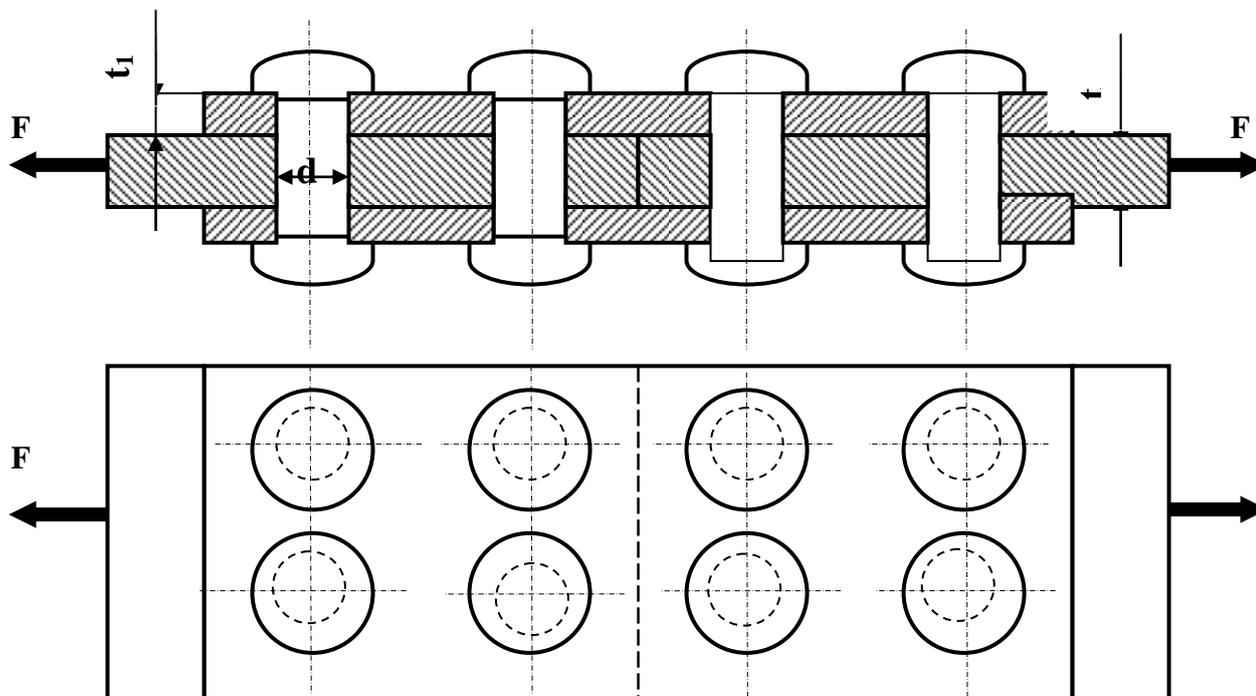

Рисунок 2. Заклепочное соединение
4. Приняв шаг $a = 3d$ и расстояние от осей заклёпочных отверстий до краёв листов и накладок по $c = 2,5d$, размещаем заклепки как показано на рис.2.